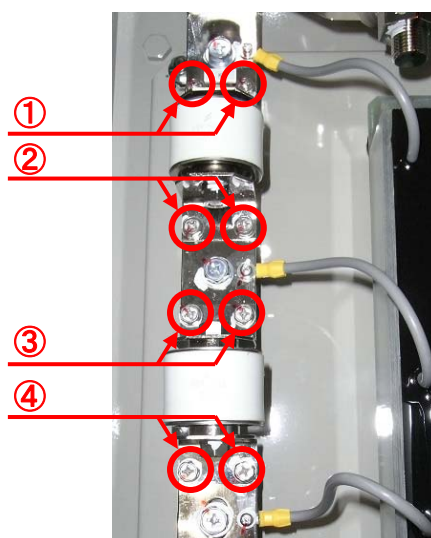

図 6. 放電ギャップ取り外し用ボルト
- (b) 図 6 の①～④の M6 アプセットネジをレンチまたはドライバーで外して放電ギャップをブスパーから取り外してください。
- (c) レンチまたはドライバーを用いて図6の①～④のM6アプセットネジにて、ブスバーに放電ギャップを取付けてください。また固定ネジは締付後ネジロックを施してください。